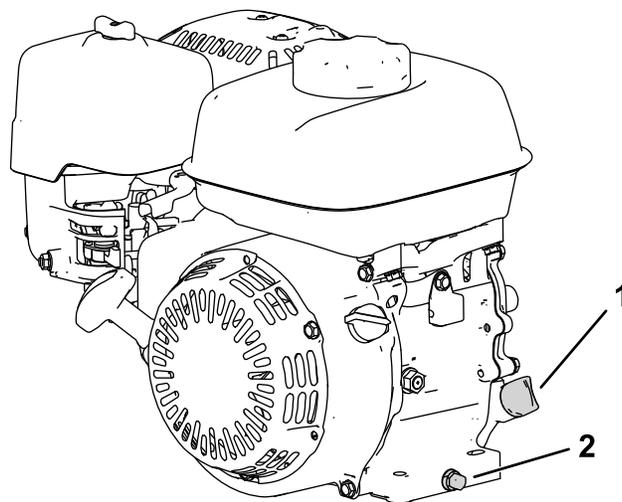

Figura 17
2. Posizionate la macchina in modo che il motore sia in piano e pulite la zona attorno al tubo di riempimento dell'olio (Figura 17).
3. Togliete il tappo di spurgo (Figura 17).